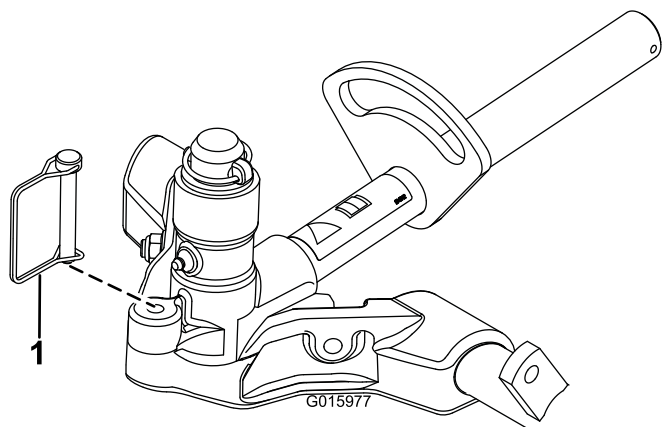

Figura 17
11. Para bloquear (fixar) a marcha das unidades de corte, prenda a forquilha da articulação à estrutura de suporte com um pino de encaixe (Figura 17).